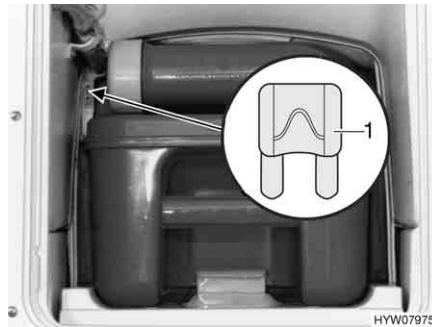

Fig. 118 Fusibile della toilette Thetford
- Sostituire il fusibile (Fig. 118,1).